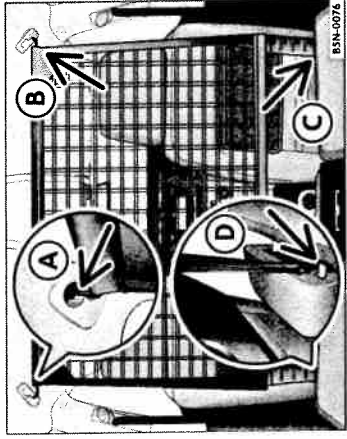

Fig. 108 Montarea peretelui despărțitor.
- Fixați peretele mai întâi în elementul de pe partea stângă ⇒ fig. 108 Ⓐ.